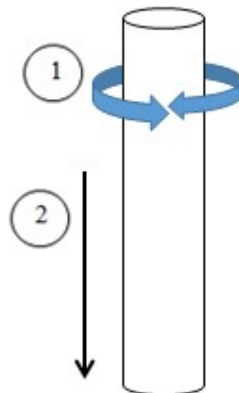

Figura No. 6, Dirección de flujo de limpieza en la parte externa de las tuberías
- 6.5.1.33 **Limpieza de parte externa de tuberías:** Humedecer el paño de microfibra con desinfectante autorizado y hacer trazos lineales colocando el limpiador sobre toda la circunferencia externa de las tuberías, como se indica en la Figura No. 6, Dirección de flujo de limpieza en la parte externa de las tuberías. Utilizar el mismo flujo para los siguientes pasos.
- 6.5.1.34 Humedecer un paño de microfibras con Agua de ósmosis y hacer trazos rectos, firmes y superpuestos por toda la superficie como se indica en la Figura No. 6 para eliminar el desinfectante.
- 6.5.1.35 Humedecer nuevamente el paño de microfibra con desinfectante autorizado y hacer trazos lineales por toda la superficie como se indica en la Figura No. 6
- 6.5.1.37 Humedecer un paño de microfibras con Agua de ósmosis y hacer trazos lineales por toda la superficie como se indica en la Figura No. 6 para eliminar el desinfectante.